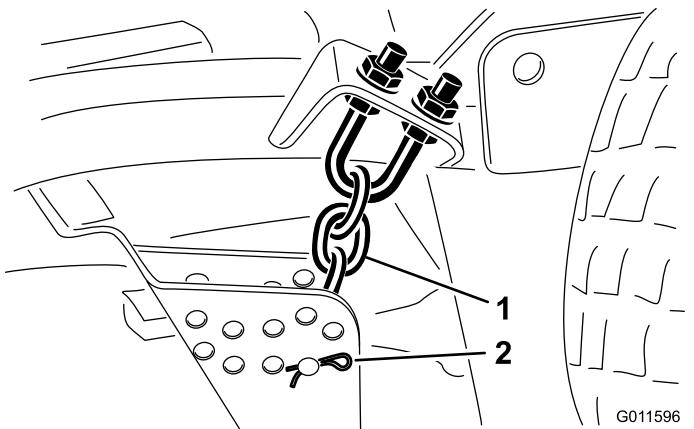

Figura 18
9. Togliete la coppia e il perno con testa che fissano le catene dell'altezza di taglio sul retro dell'apparato di taglio (Figura 18).